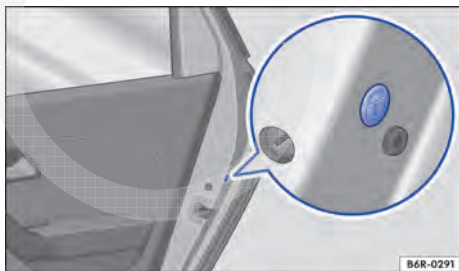

Fig. 156 Na porta traseira: travamento de emergência, coberto por uma vedação de borracha.
- Remover a vedação de borracha na lateral da porta. A vedação está identificada por um cadeado  → Fig. 156.